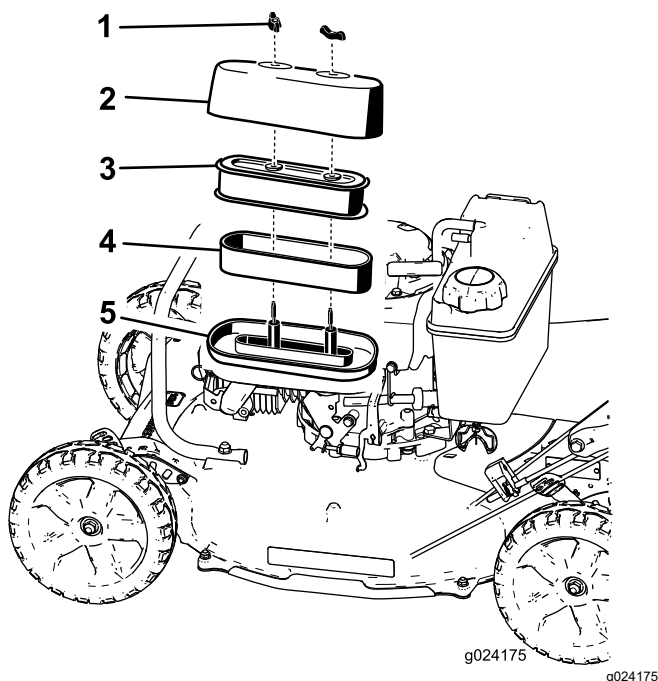

Figure 23
3. Retirez les 2 écrous de fixation du couvercle (Figure 23).
5. Déposez les éléments en mousse et papier de la base du filtre à air (Figure 23).
6. Sortez l'élément en mousse de l'élément en papier (Figure 23).